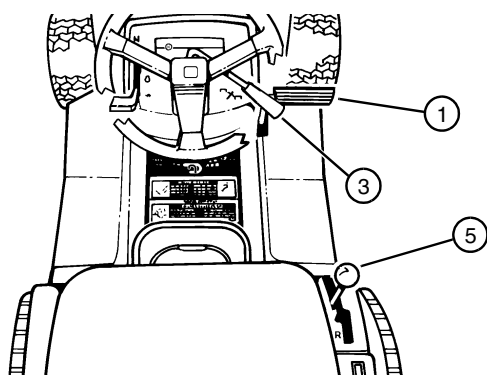

FIGURE 14
- Pour se déplacer vers l'avant : Débloquer le frein de stationnement, pousser le levier de transmission automatique (5) vers la droite et vers l'avant (voir FIGURE 14). La vitesse du tracteur est déterminée par la distance de poussée du levier de transmission. Ramener le levier sur N (point mort) pour arrêter le tracteur.
- Pour se déplacer vers l'avant : Enfoncer complètement la pédale embrayage/frein (1) jusqu'à la position de frein (voir FIGURE 14).
- Première (1) - vitesse la plus basse/puissance la plus haute.
- Deuxième (2) à quatrième (4) - Tonte générale.
- Cinquième (5) - conduite du tracteur en déplacement. S'assurer que le bloc tondeuse est levé à sa position la plus haute et que la lame de tonte est désengagée.
- Marche arrière (R) - reculer pour éviter des obstacles.
- Pousser le levier de changement de vitesse (5) vers la droite et vers l'avant jusqu'à la position de marche avant désirée.